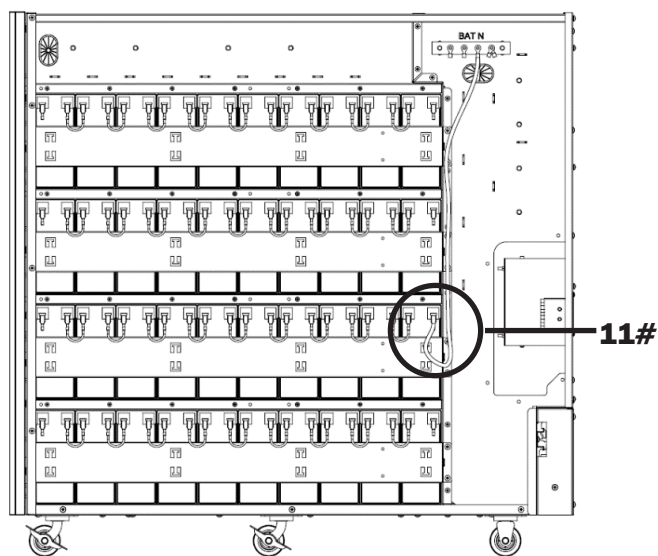

Figura 5-17B
24. Conecte la batería 11+ del grupo 2 a la barra colectora de la batería N (BAT N) (Figura 5-17B).